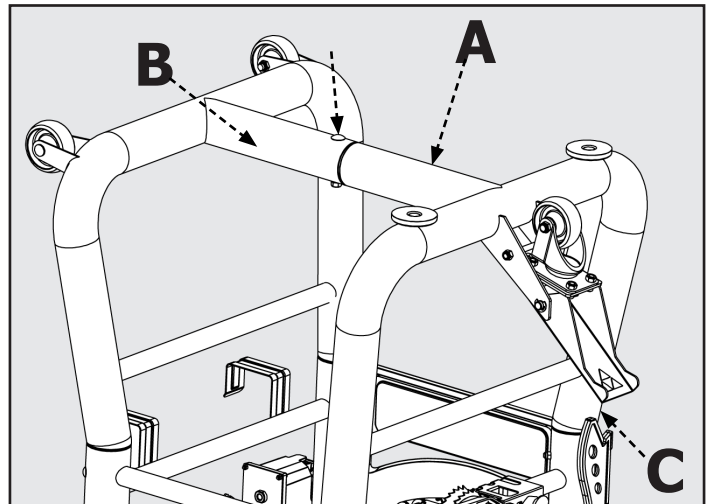

FIGURE 1
1. Connectez les deux pattes tubes en insérant l'extrémité de la patte gauche (A) dans l'extrémité de la patte droite (B) comme le montre la Figure 1. Fixez avec boulon de carrosserie M8 X 70 mm et un écrou autobloquant, puis serrez à la main.
2. Insérez les quatre extrémités ouvertes des pattes tubes dans les colliers des pattes (C), comme illustré. Fixez chaque patte avec un boulon et un écrou de M6 x 72 mm.